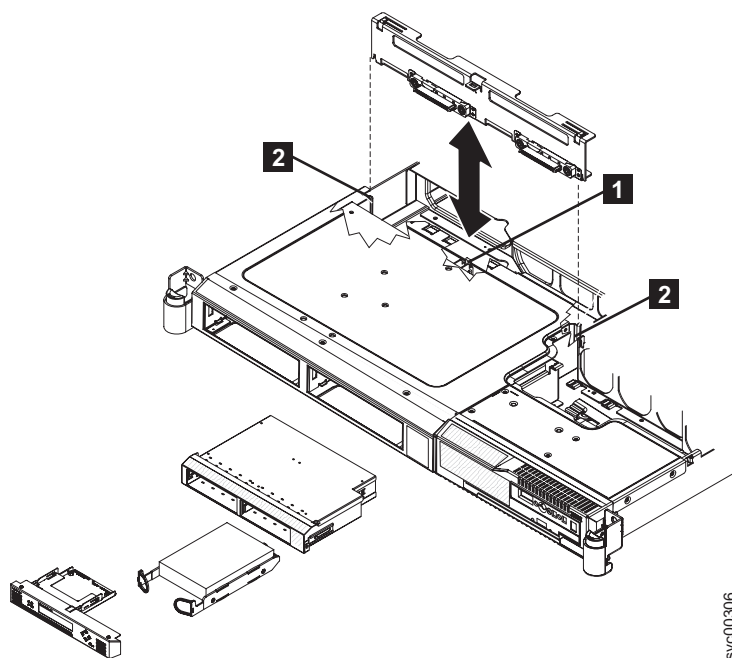

図 123. SAN ボリューム・コントローラー 2145-8G4 SATA ディスク・ドライブおよびバック・プレート
9. 図 123 に示すように、ロック・タブ **1** を押して、バック・プレートをノードから少し持ち上げます。電源ケーブルを取り外し、バック・プレートを取り外します。